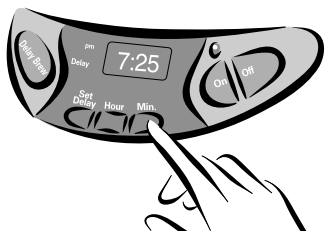

FIGURA B-1
- 2) Presione y detenga el botón de minutos MIN hasta que en la pantalla del reloj aparezcan los minutos correctos. Consulte la Figura B-1.